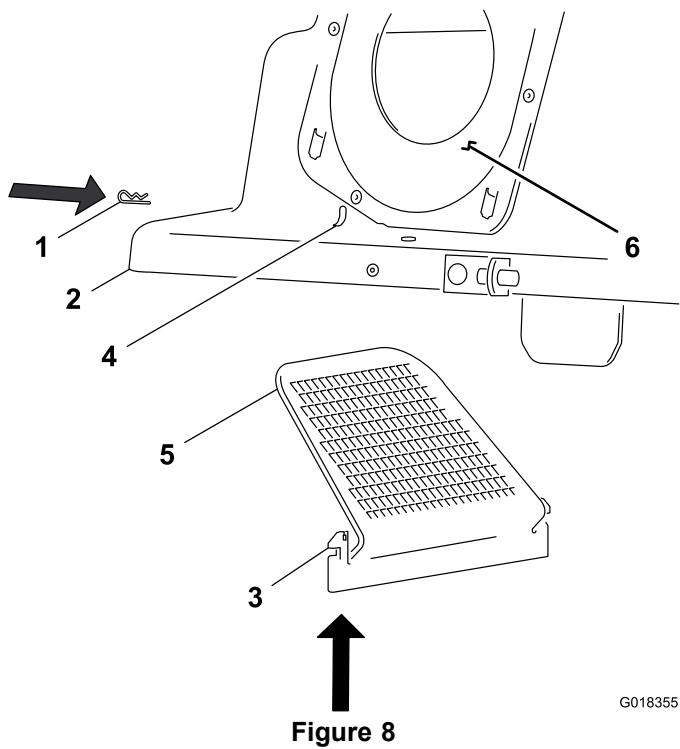

Figure 8
1. Repérez les fentes du déflecteur sur les parois latérales avant et arrière du couvercle du collecteur, et les pattes de montage sur le déflecteur de couvercle (Figure 8).
2. Placez le couvercle de sorte que le joint d'étanchéité se trouve à votre gauche, comme montré à la Figure 8.
3. Alignez le déflecteur de sorte que la partie grillagée soit en haut et orientée vers la gauche (Figure 8).
4. Insérez le déflecteur dans le couvercle en passant par le bas (Figure 8).
5. Alignez les pattes de montage du déflecteur sur les fentes du couvercle, et poussez les pattes de montage vers le haut pour les engager dans les fentes (Figure 8).